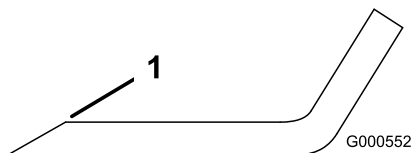

Figura 48
1. Utilice una lima para afilar el filo de corte en ambos extremos de la cuchilla (Figura 48).
**Nota:** Si la cuchilla no está equilibrada, rebaje algo el metal en la parte de la vela solamente (Figura 48).